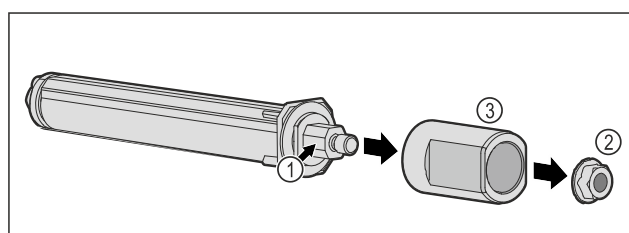

Fig. 54
- Ta inte isär dörlåssystemet Fig. 54 (1).
- Ta bort muttern Fig. 54 (2).
- Ta av hylsan Fig. 54 (3).